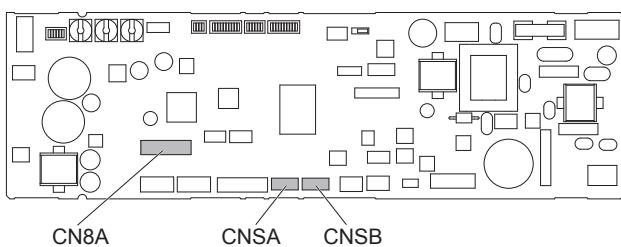

Fig. 5-9
- 4.İsteğe bağlı bağlantı kablosunu devre kartı konektörüne takın. (Fig. 5-9)